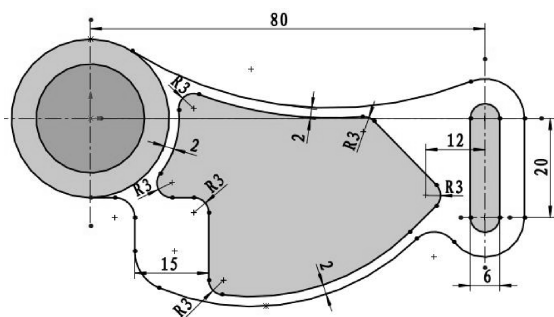

图 2-128 修剪图形
- 单击【剪裁实体】按钮修剪图形，结果如图 2-128 所示。